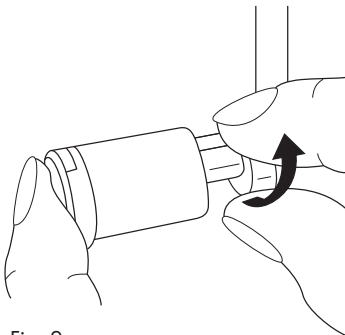

Fig. 2
Pour ce faire, appuyez la lame supérieure ❶❶ vers la droite et tournez-la un peu, afin d'assurer une bonne assise (Fig. 2 et 3).